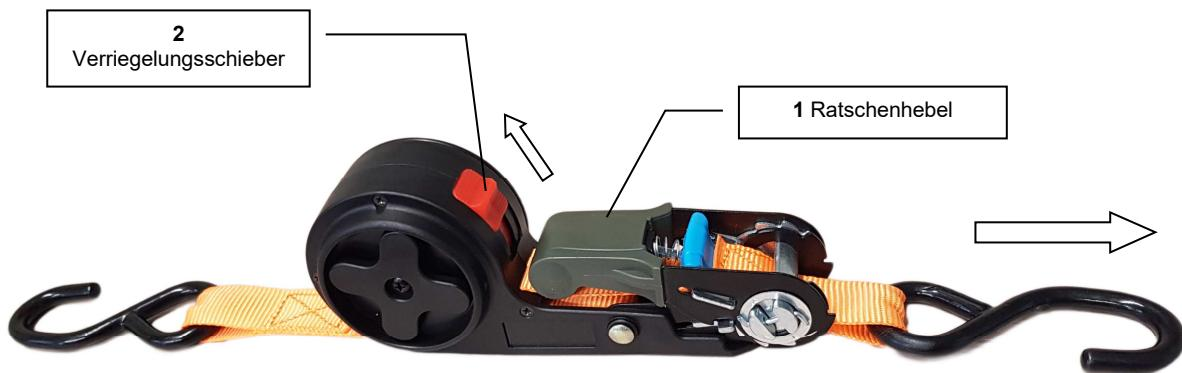

Abbildung 1: Ratsche geschlossen
Vor der Verwendung soll sichergestellt werden, dass sich der Automatik- Zurrung, in der „Ausgangsstellung“, wie in Abbildung 1 dargestellt, befindet. Der Ratschenhebel (1) geschlossen, der Verriegelungsschieber (2) in der Stellung „Offen/Oben“.
Im Anschluss rotieren Sie den Ratschenhebel (1) mehrfach hin/her, bis der Automatik- Zurrung korrekt gespannt ist. Abschließend bringen Sie den Ratschenhebel (1) in die Ausgangsstellung (wie in der Abbildung 1 dargestellt). Nur wenn sich der Ratschenhebel in der Ausgangsstellung (verriegelt) befindet, ist ein unbeabsichtigtes Öffnen ausgeschlossen.